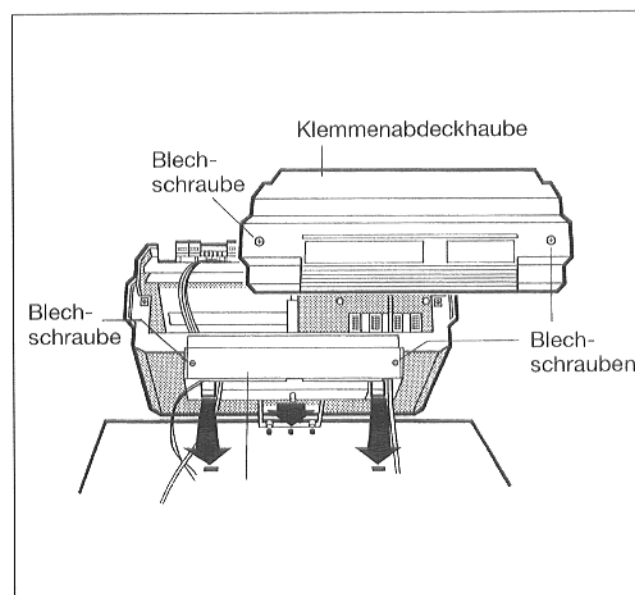

Abb. 15 – Prinzipabbildung
- Die beiden Blechschrauben aus der Klemmenabdeckhaube herausdrehen und Haube abnehmen (Abb. 15).
- Regelgerät so aufsetzen, daß sich die Einschiebehaken vorne in die ovalen Bohrungen einführen, Regelgeräte nach vorne ziehen und anschließend nach hinten abkippen, bis die beiden elastischen Haken rechts und links einrasten (Pfeile – Abb. 15).
- Klemmenabdeckhaube aufsetzen und mit 2 Blechschrauben verschrauben (Abb. 15).